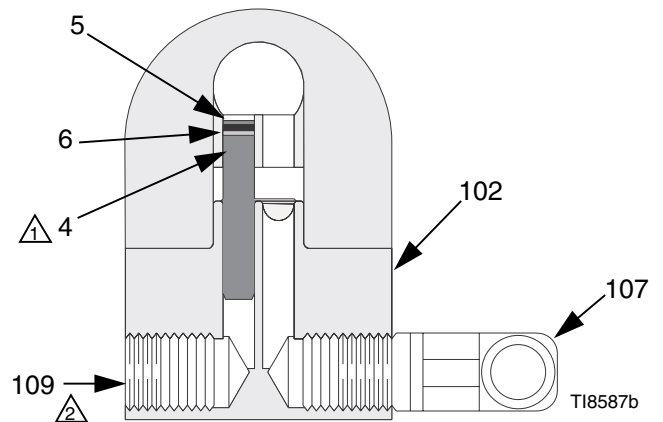

图 1: 非循环设置 (剖视图)
喷枪配有一个内部流体插塞 (4)。见图 1。为了在循环系统中使用喷枪，要卸下内部插塞。在非循环系统中，保留此插塞以便最大程度地减少冲洗时间。
1. 用防卡润滑剂 222955 涂抹以散件提供的歧管 (102)、插塞 (109) 和弯头 (107) 的螺纹和接合面。
2. 在歧管 (102) 的一个流体口装上弯头 (107)，在另一个口装上插塞 (109)。
3. 在与歧管插塞同侧的喷枪流体口安装一个内部插塞 (4)。
4. 将供料管路连接到歧管弯头 (107)。见图 1。
5. 用四个螺钉 (14) 将喷枪装在歧管上。开始拧所有四个螺钉。先拧紧前面两个螺钉，然后用 65 磅英寸 (7.3 N•m) 的扭力拧紧后面两个螺钉。